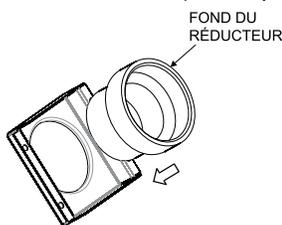
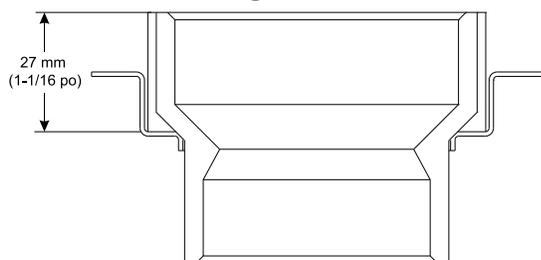

Figure 7
Figure 8
3. Insérer le réducteur dans le capot d'évent comme sur la **Figure 7.** La distance entre le fond du réducteur et l'intérieur du capot d'évent est de 27 mm (1-1/16 po). **Voir Figure 8.**